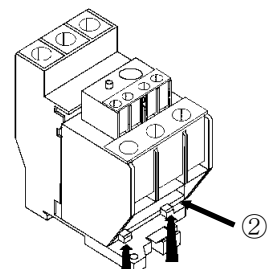

Fig. 3
- (3) 将热过载继电器沿方向②推入单独安装单元, 直至出现“喀嚓”声。和热过载继电器 TK-E2, TK-N2P, TK-E3, TK-N3P 组合使用时, 如果本体底面和单独安装单元之间出现间隙, 请将单独安装单元沿方向③压入, 直至再次出现“喀嚓”声为止。(Fig.3)
- (3) Pushing the thermal overload relay in the direction of ②, until products sound “click”. In case of combination with thermal overload relay Type TK-E2, TK-N2P, TK-E3 and TK-N3P, if clearance exists between the bottom surface of main unit of thermal overload relay and separate-mounting unit, moreover push the separate-mounting unit in the direction of ③, until products sound “click” once more. (Fig.3)
- (3) 単独設置ユニットの爪部が「カチッ！」と音がして引っ掛かるまで、サーマルリレーを②方向に押して下さい。TK-E2, TK-N2P, TK-E3, TK-N3P と組み合わせる場合で、サーマルリレー底面と単独設置ユニットに隙間がある場合には、更に単独設置ユニットを③方向にもう一度「カチッ！」と音がするまで押してください。(Fig.3)